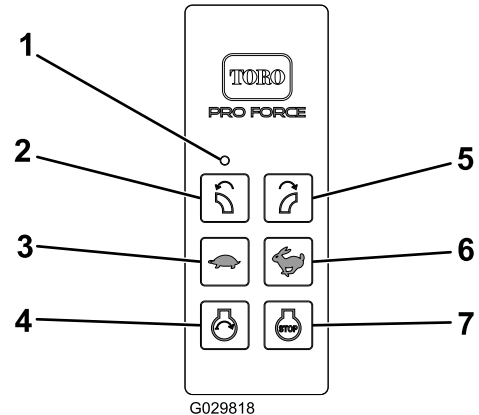

Figura 13
4. O botão de arranque do motor só tem energia após pressionar o botão Arranque enquanto a condição de Permitir Arranque do Motor está ativa. A condição de Permitir Arranque do Motor só fica ativa quando efetuar a seguinte sequência para permitir ligar o motor (Figura 13):